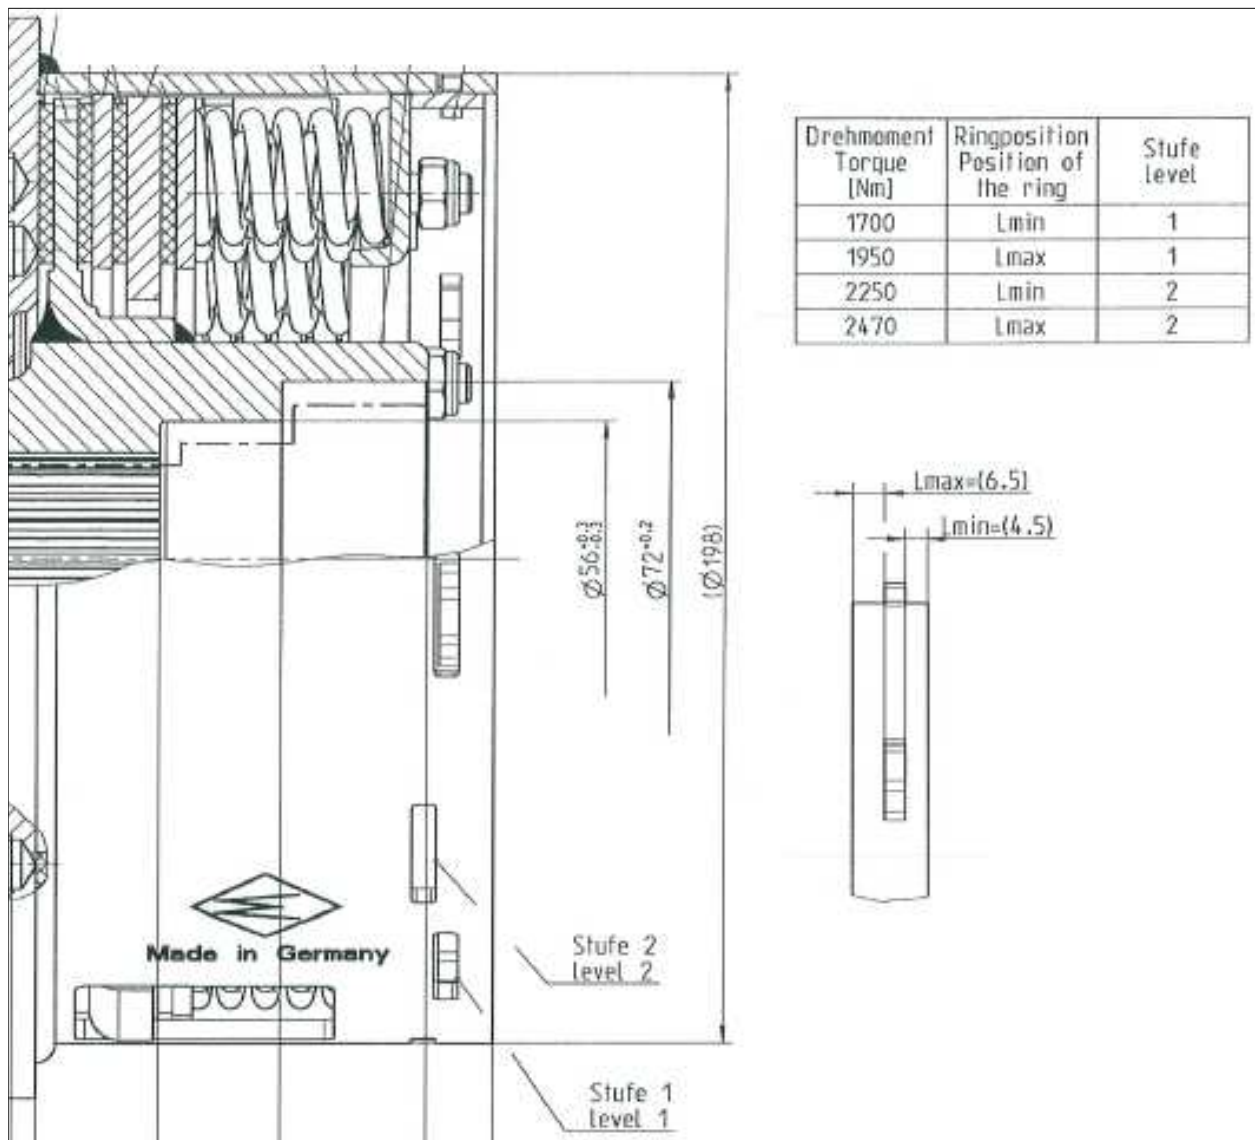

Рисунок 6.7
6.2.6.2 На вал шнека возможна установка одной из трех конструкций муфт (рисунок 6.7):